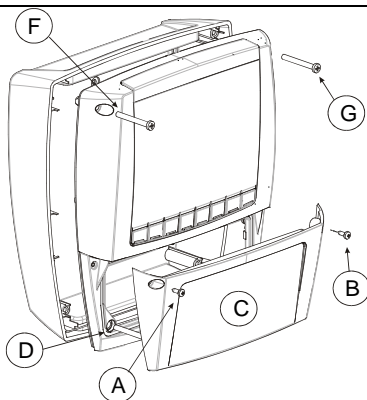

FIG. 2
8. După conectarea firelor închideți cutia (Fig. 2, c) și fixați șuruburile.
9. După conectarea firelor închideți cutia (Fig. 2, c) și fixați șuruburile.